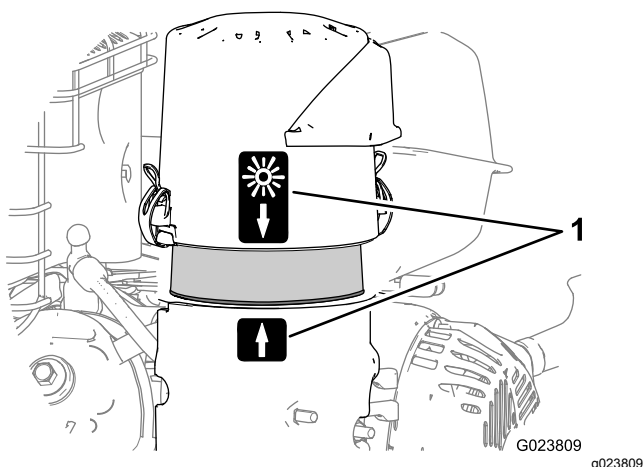

Figure 34
8. Alignez la flèche sur le couvercle du filtre à air et la flèche sur la base (Figure 34).